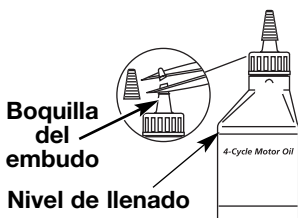

Fig. 9
Su unidad trae una botella de aceite SAE 30 SF, SG, SH de 90 ml (3,04 onzas fluidas) (Fig. 9).
NOTA: Guarde la botella para medir la cantidad correcta de aceite cuando deba cambiarlo en el futuro (Fig. 9). Lea *Cambio de aceite*.
1. Desenrosque la tapa de la botella de aceite y retire el sello de papel que cubre la apertura. Vuelva a colocar la tapa. Corte la punta de la boquilla del embudo (Fig. 9).